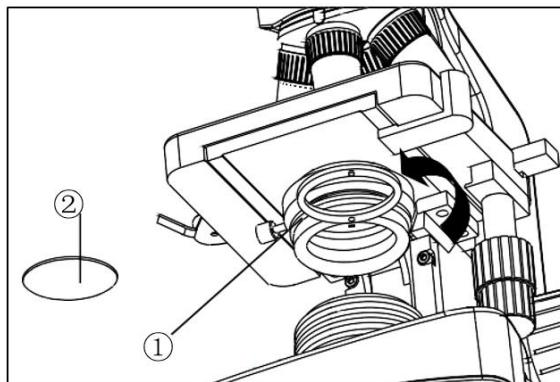

Fig. 7
2.2.4 Instalar el filtro de color (Fig.7)
1. Gire el soporte del condensador ① hacia afuera como muestra la Fig.7.
2. Coloque el filtro ② en el soporte del condensador, luego vuelva a colocar el soporte.
2.2.6 Sustitución del fusible (Fig.7, 9, 10)